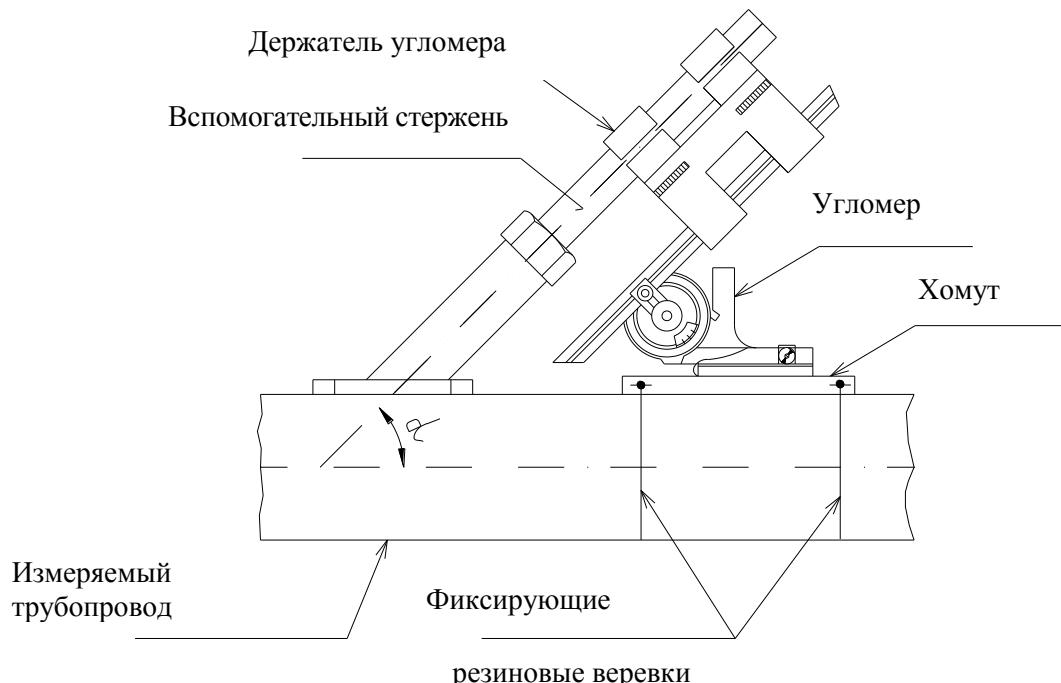

Рисунок 21
- B. Поместите скобу на трубопровод таким образом, чтобы продольная ось была параллельна линии боковой поверхности на трубопроводе. Используйте резиновые веревки для того, чтобы крепко удерживать скобу на поверхности трубопровода (смотрите рисунок 21).